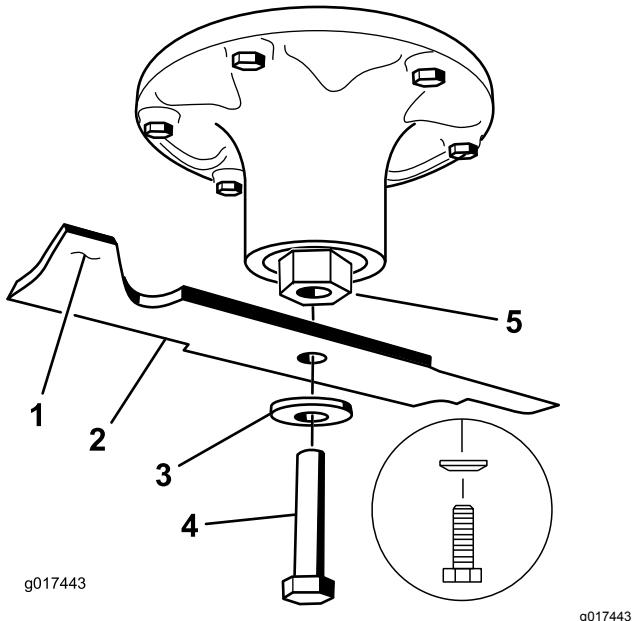

Figura 108
- Retire del eje el perno de la cuchilla, la arandela curva y la cuchilla (Figura 108).
- Instale la cuchilla en el eje (Figura 108).
- Instale la arandela curva y el perno de la cuchilla (Figura 108).
3. Si la cuchilla no está equilibrada, rebaje algo el metal en la parte de la vela solamente con una lima (Figura 108).